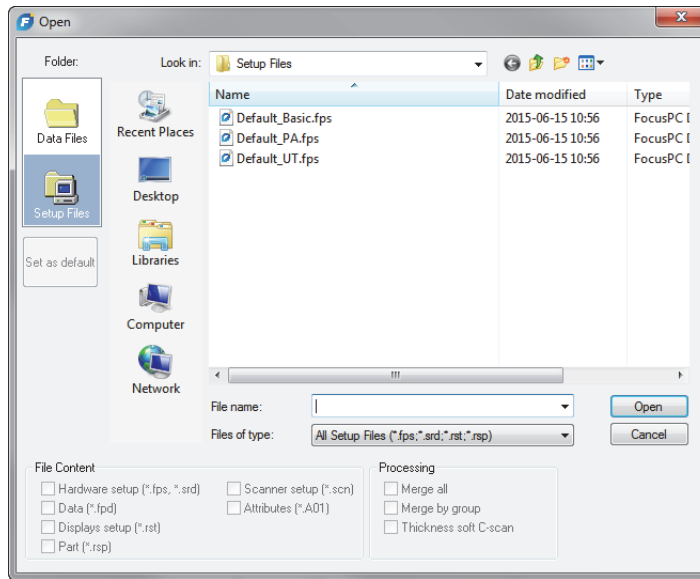

Рис. 4-1 Открыть диалоговое окно
2. В диалоговом окне **Open** [Открыть] (Рис. 4-1 на стр. 104), выполните следующее: